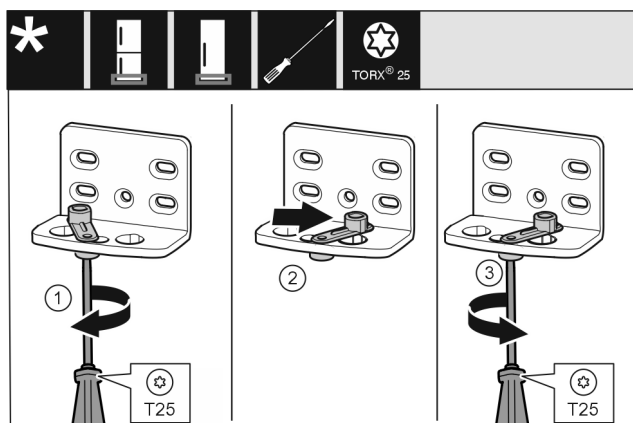

Fig. 16
- Allentare leggermente la vite Fig. 16 (1) con un cacciavite.
- Sollevare l'ausilio di chiusura della porta Fig. 16 (2) e ruotarlo nel foro di 90° a destra.
- Stringere la vite Fig. 16 (3) con un cacciavite.